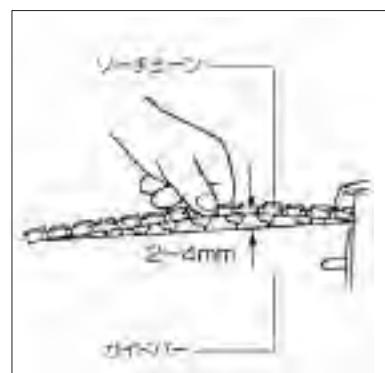

図5
- ソーチェーンの張りを確認します。ガイドバーの中間でソーチェーンを指で軽く引き上げたとき、ガイドバーとソーチェーンとの間が2~4mm程度になるようにします。(図5参照)